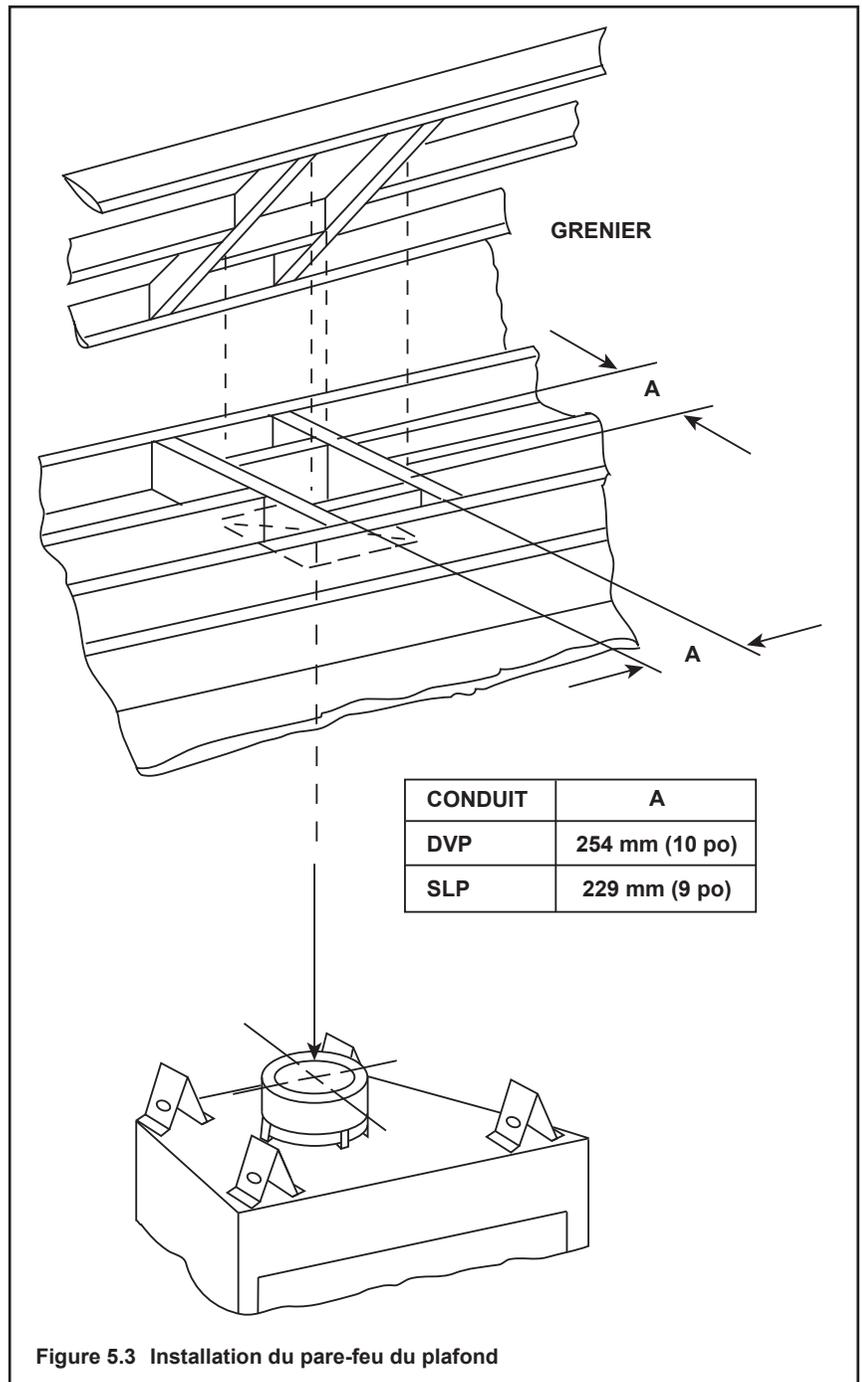

Figure 5.3 Installation du pare-feu du plafond
- **Conduite DVP seulement** - encadrez une ouverture de 10 pouces par 10 pouces. (254 mm x 254 mm) chaque fois que le conduit d'évacuation des gaz traverse un plafond/plancher. Voir la figure 5.3.
- **Conduit SLP seulement** – Ouverture de coffrage 229 x 229 mm (9 x 9 po) (229 mm x 229 mm) quand le conduit d'évacuation traverse un plancher/plafond. Voir la figure 5.3.